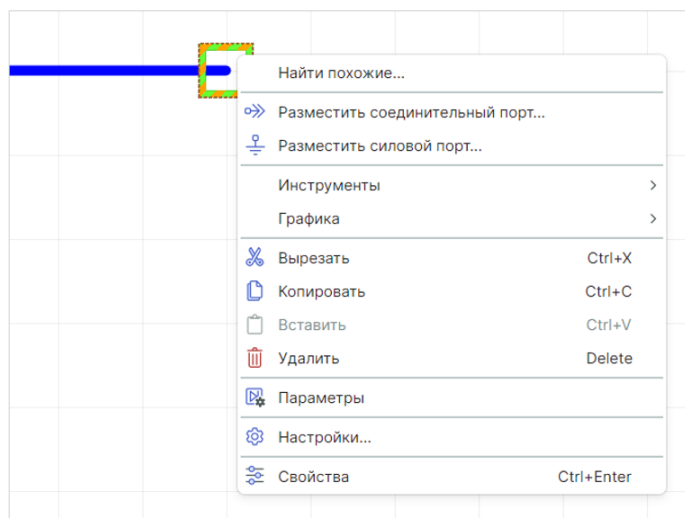

Рис. 128 Контекстное меню для свободного окончания цепи
2. Вызовите контекстное меню для свободного окончания цепи и выберите тип размещаемого порта, см. Рис. 128.